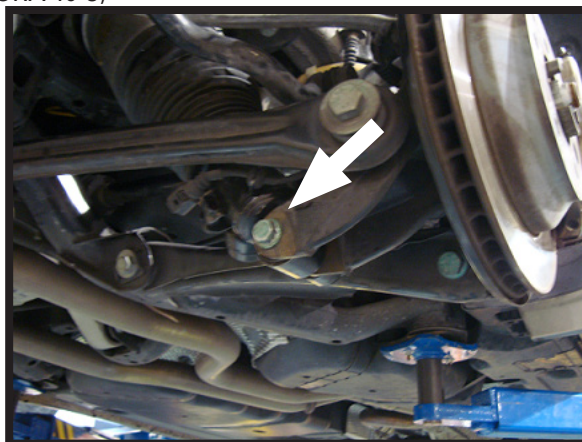

FIGURA 10-3
6. ESTRARRE IL BULLONE DAL COLLEGAMENTO TERMINALE DELLA BARRA STABILIZZATRICE ED IL SUPPORTO INFERIORE DELL'AMMORTIZZATORE. (FIGURA 10-3)